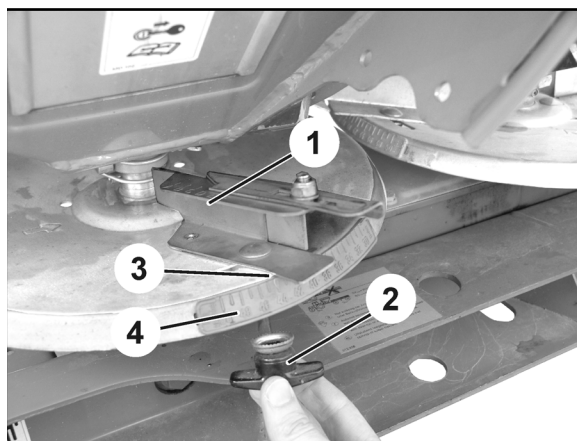

Fig. 80
3. Die Verschraubung des Schaufelaußenteils (Fig. 80/1) mit dem Innensechskant der Flügelmutter (Fig. 80/2) lösen.
4. Die Ablesekante (Fig. 80/3) auf den Buchstaben der Skala (Fig. 80/4) laut Streutabelle einstellen und die Verschraubung wieder fest anziehen.